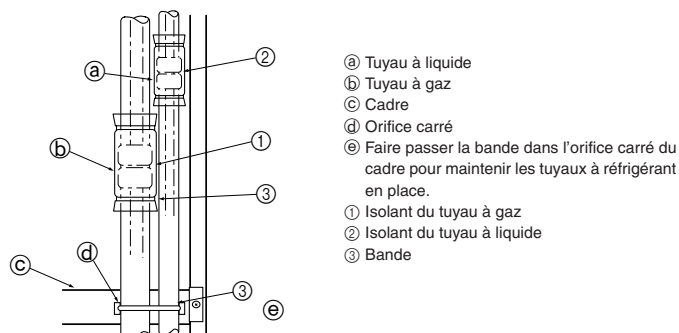

Fig. 4-5
Isoler entièrement les joints évasés ① et ② des tuyaux à gaz et à réfrigérant. Si une partie des joints est exposée, de la condensation pourrait ruisseler. (Fig. 4-5)
- Attacher l'isolant ① du tuyau à gaz et l'isolant ② du tuyau à liquide aux deux extrémités pour qu'ils ne glissent pas et soient alignés.
- Une fois l'isolant installé, utiliser la bande ③ pour attacher le tuyau à réfrigérant au cadre (sous le joint du tuyau). Cela empêchera le tuyau à réfrigérant de se détacher du cadre. (Lorsque le tuyau à réfrigérant est détaché du cadre, il n'est pas possible d'installer la grille.)